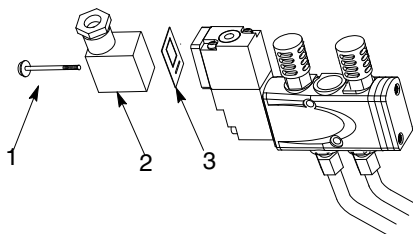

Figura 8: Morsetteria dell'elettrovalvola
1. Vedi figura 8. Allentare la vite della morsetteria e poi smontare la morsetteria. Mettere da parte la guarnizione e la vite.